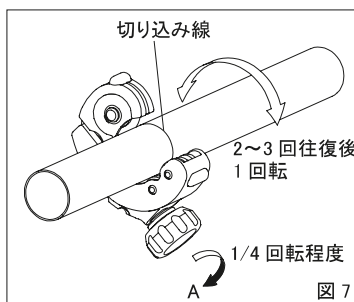

図7
- ② カッタ刃がパイプに当たったところから、さらにグリップを矢印Aの方向に1/4回転程度回してから本体をパイプ外周にそって90°程2～3回往復させます。さらに本体を1周させ全周に切り込み線を付けます(図7)。